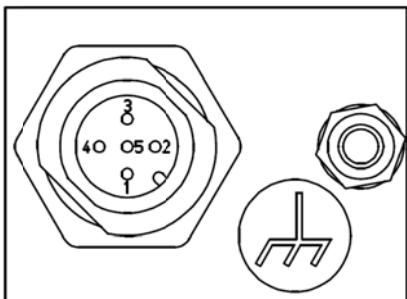

Afbeelding 4, aansluitingen CMM (IQ) Easy (standaard analoge aansturing)
- Sluit de kabel aan volgens afbeelding 4 (standaard) of afbeelding 5 (met IQ platform).
- Draai de vergrendelschroef helemaal in de behuizing van de CMM (IQ) Easy.
6.1 CMM (IQ) Easy functionaliteit controleren
- Verhoog het setpoint zodat de LED's oranje oplichten. De hoogspanning is nu actief en Cycle OK zal actief worden indien geen laadstroom naar de elektroden meer wordt waargenomen. Wanneer de CMM is aangesloten volgens afbeelding 4 kan het setpoint worden verhoogd door b.v. 7,5 mA (=4 kV) aan de setpoint input aan te bieden. Lees de handleiding van het Simco-Ion IQ platform voor meer informatie over het instellen van het setpoint wanneer de CMM is aangesloten volgens afbeelding 5.
6.2 CMM (IQ) Easy afregelen